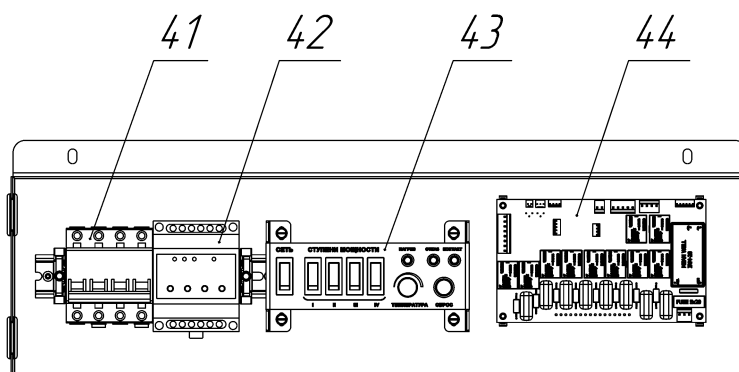
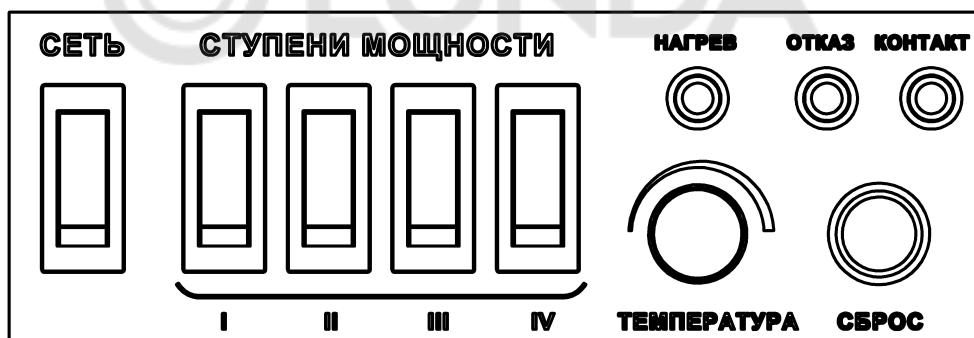

Рисунок 5. Панель управления
Рисунок 6. Клавиши управления и индикации
5.18 На панели управления (рис. 5) расположены: автоматический выключатель QF (41), автоматический переключатель фаз (42), клавиши управления и индикации (43), плата управления (44).
8.1.4 Включите автоматический выключатель QF (рис. 5 поз.41).
8.2.1 Прибор включается и настраивается с панели управления (рис.5, рис. 6).
(см. рис. 6). **Внимание! Первоначальное включение прибора может осуществляться с задержкой 5-15 секунд (универсальный автоматический электронный переключатель фаз ПЭФ-301 производит выбор наиболее благоприятной фазы и запитывает от нее цепи управления).**